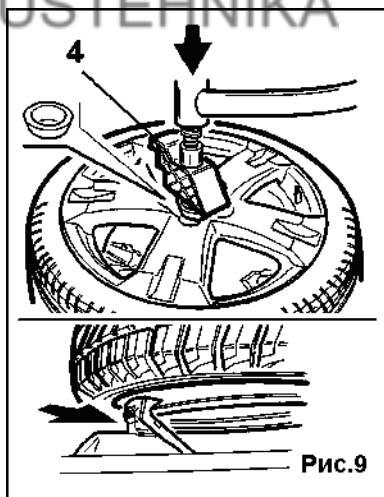

Рис.9
Если при выполнении этой операции возникают трудности, используйте прижимную головку (4), чтобы удерживать диск плотно прижатым на зажимных кулачках поворотного стола во время фиксации (при необходимости используйте конус для лучшей центровки колеса), Рис.9.